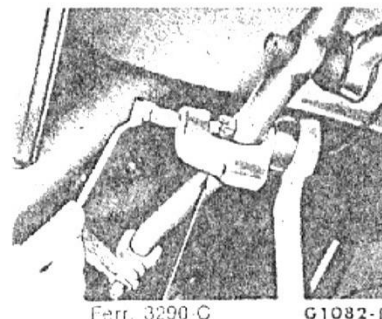

fig. 2 — remoção do terminal
3. Desconectar os terminais, internos das barras de ligação utilizando a ferramenta 3290-C (fig. 2).